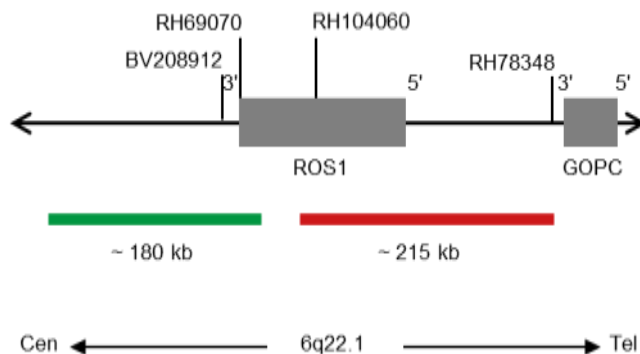

Fig. 1: SPEC ROS1 Mappa della sonda (non in scala)
- Polinucleotidi marcati con digossigenina (~0,50 ng/μl), che hanno come bersaglio sequenze mappate in 6q22.1\* (chr6:117,448,964-117,627,255) prossimali alla regione del breakpoint ROS1 (vedere Fig. 1).
- Polinucleotidi marcati con dinitrofenil (~0,75 ng/μl), che hanno come bersaglio sequenze mappate in 6q22.1\* (chr6:117,659,135-117,871,701), distali alla regione del breakpoint di ROS1 (vedere Fig. 1).